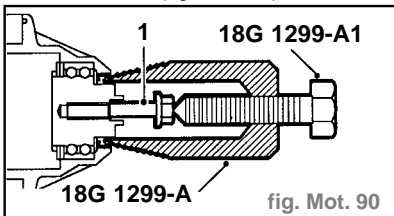

fig. Mot. 90
- Poser le boulon (1) du pignon d'arbre à cames sur le mécanisme de calage variable avant (fig. Mot. 90).